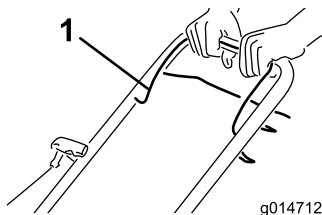

Figura 15
1. Tire de la barra de control de la cuchilla (Figura 15) hacia el manillar, y sujétela en esa posición.